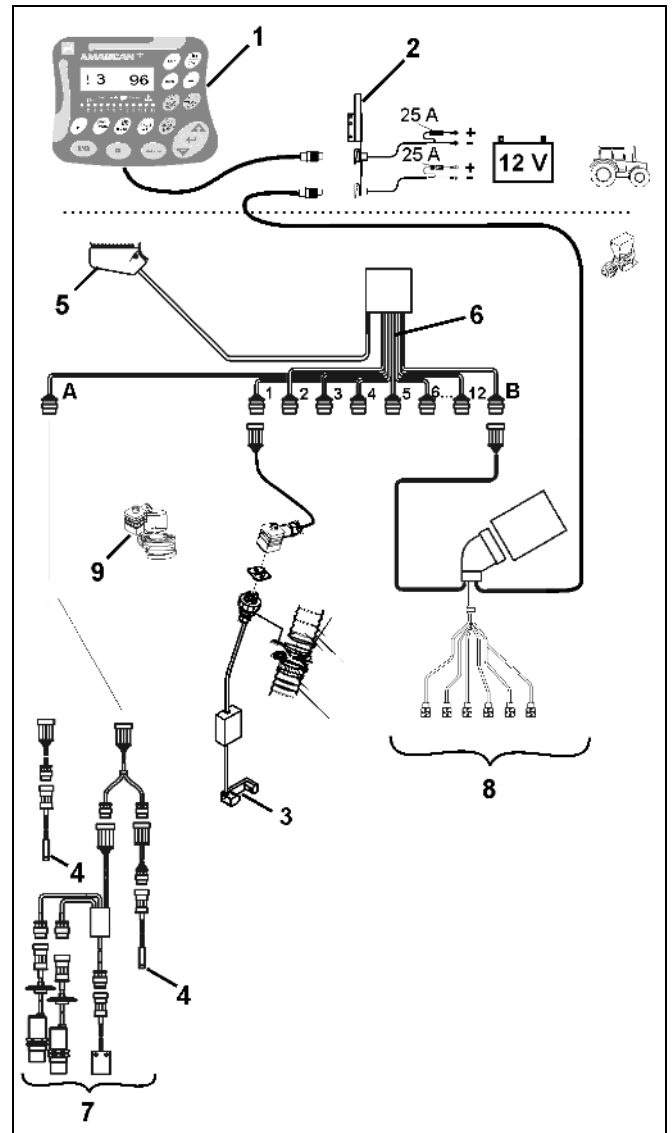

图 3
- 监控播种单元时，每一颗种子在离开疏苗盘并且通过光学传感器（图 3/3）（红外线光栅）之后都会发出一个脉冲。